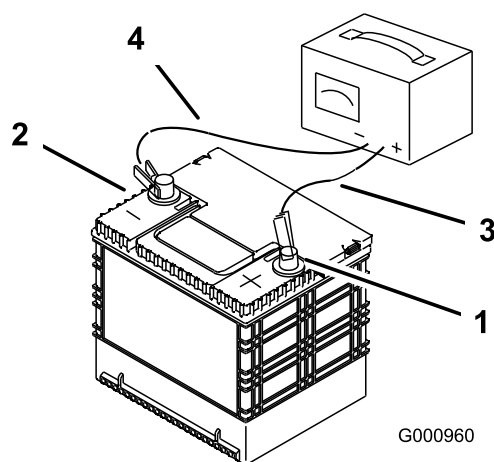

Figure 61
2. Quand la batterie est chargée au maximum, débranchez le chargeur de la prise, puis débranchez les fils du chargeur des bornes de la batterie (Figure 61).